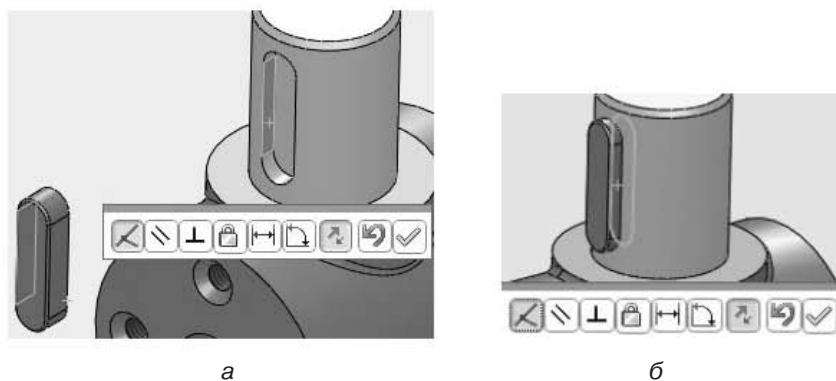

Рис. 6.40. Наложение сопряжений на шпонку и пробку
3. Вставьте шпонку в паз на пробке, наложив сопряжения: **Концентричный**, выделив скругление шпонки и паза; **Совпадение боковых плоскостей шпонки и паза** (рис. 6.40, а); **Совпадение плоскости дна паза и плоскости шпонки** (рис. 6.40, б).